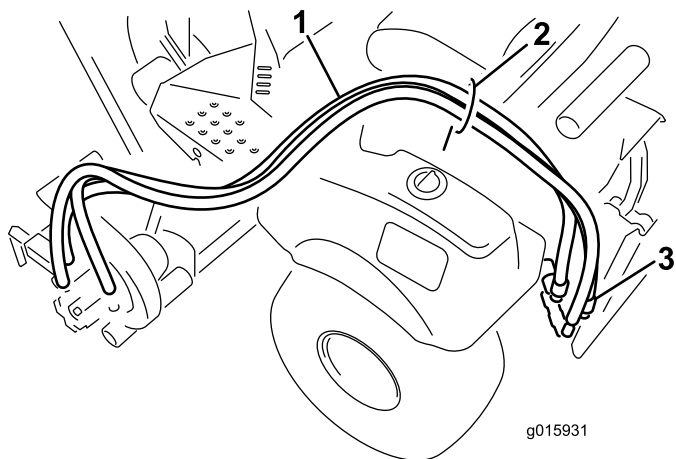

Figura 7
1. Pase las mangueras hidráulicas por la guía de las mangueras y hasta la parte trasera de la máquina (Figura 7).
2. Conecte las mangueras a los conectores remotos traseros (Figura 7).